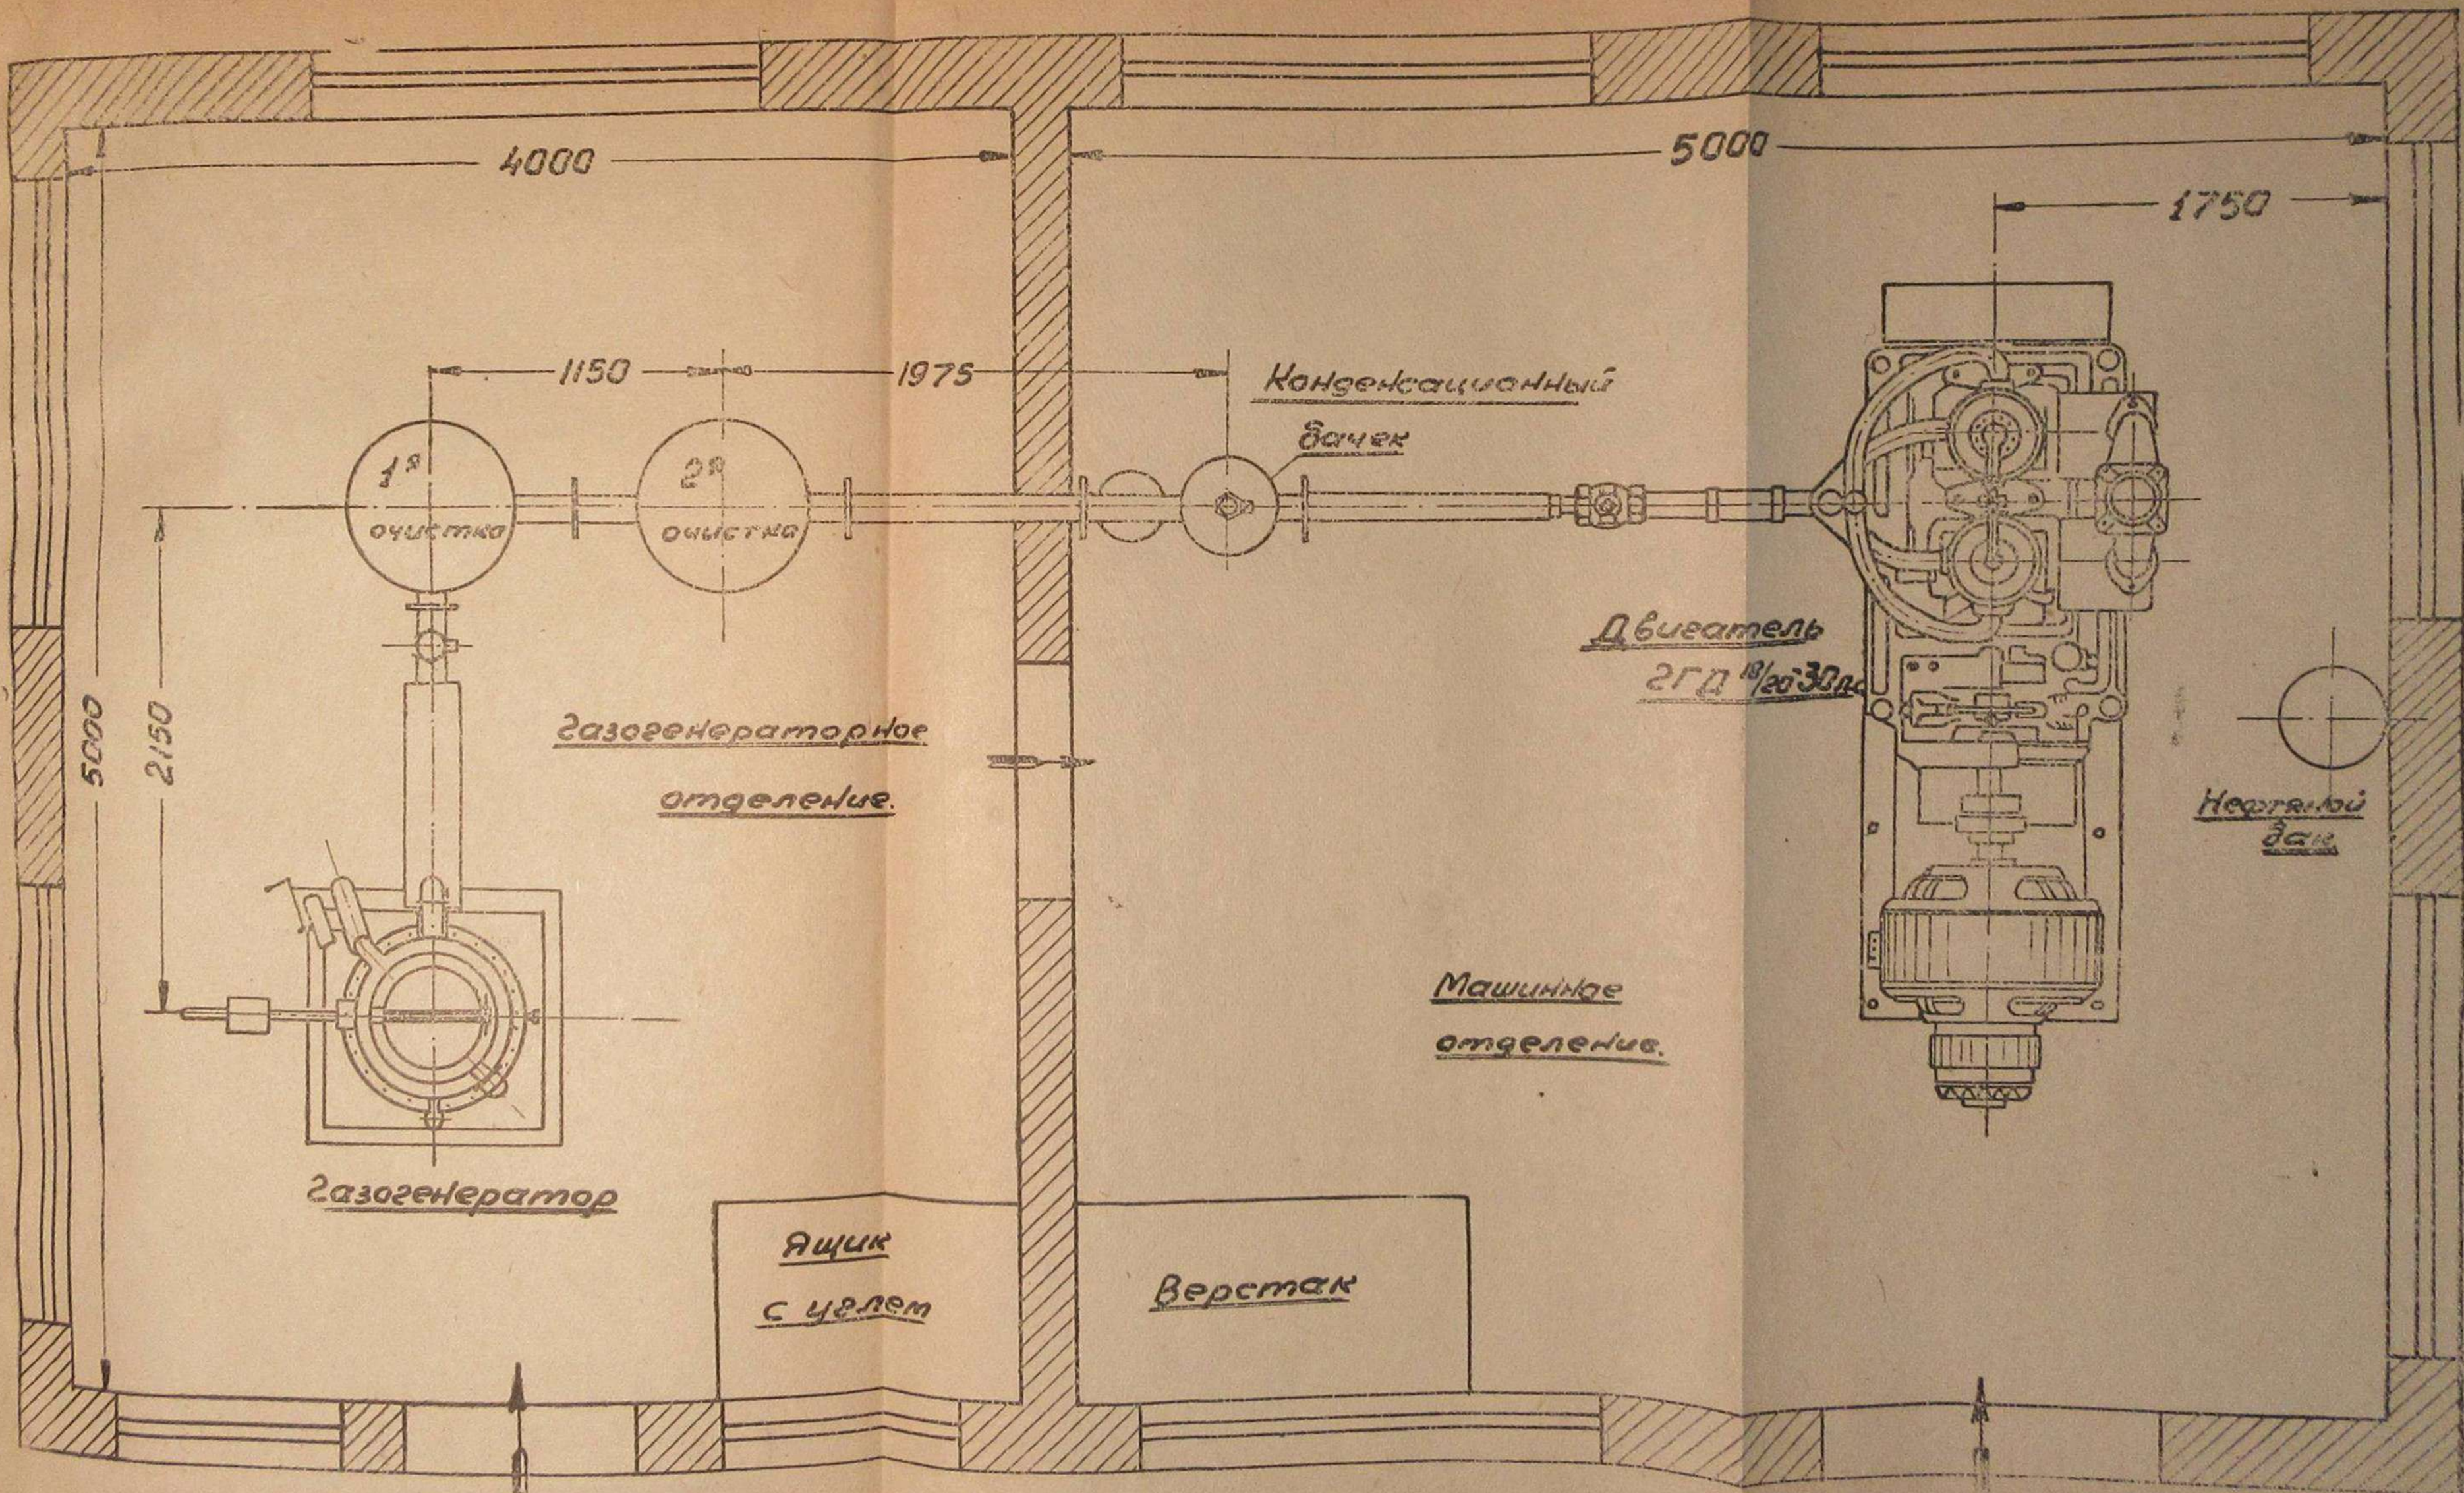

Рис. 10.
5) примерное расположение показано в прилагаемой схеме установки газомоторной станции (рис. 10); схема системы охлаждения и водоснабжения показана на чертеже (рис. 11);